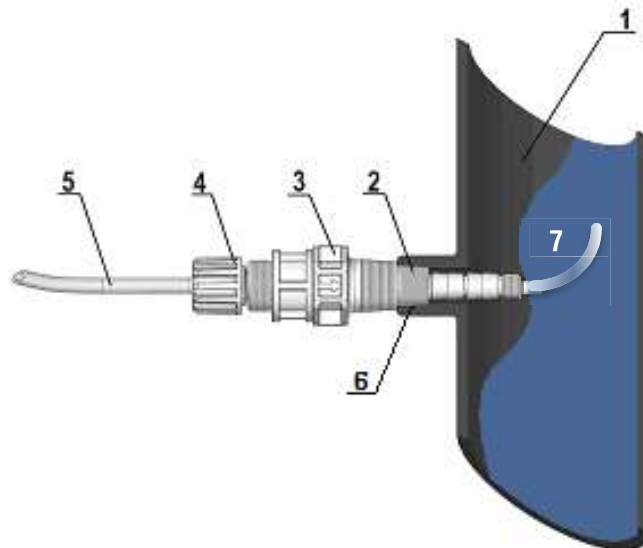

Рис. 9А
Для достижения наилучшего перемешивания реагента с протекающей жидкостью в системе, в условиях труб большого диаметра (Рис. 9А), рекомендуется подсоединить небольшой отрезок шланга 4x6 (7) на конусный ниппель (2).